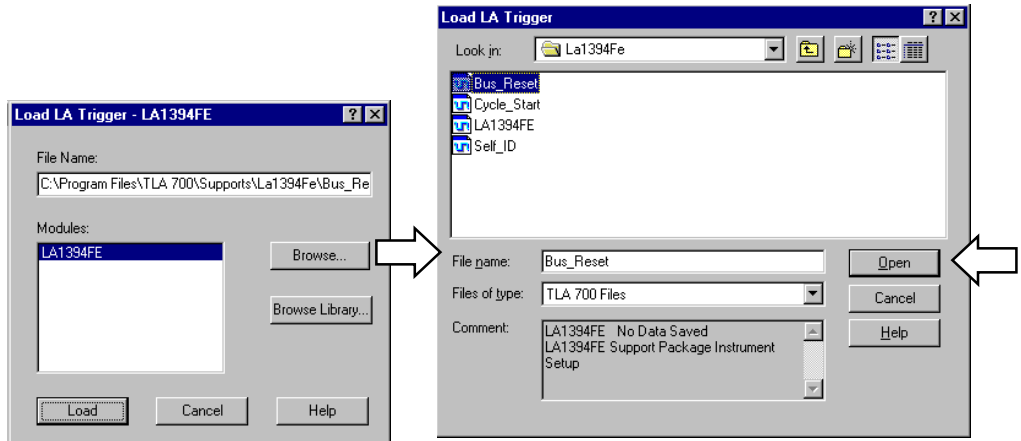

図 G-2 : [Load LA Trigger] ダイアログ・ボックスとブラウザ (LA1394FE サポートの場合)
3. 図 G-2 に [Load LA Trigger] ダイアログ・ボックスの設定の流れを示します。